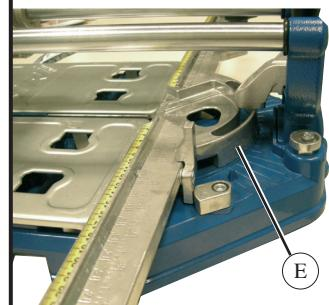
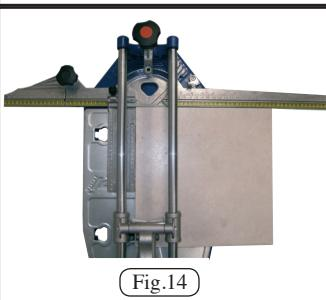
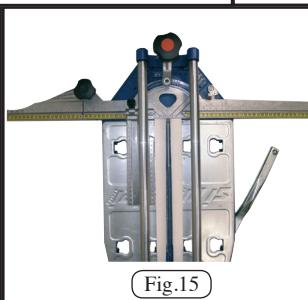

Fig.13
Fig.14
Fig.15
SONSTIGE SCHNITTARTEN (Abb.11) (Abb.12) (Abb.13) (Abb.14) (Abb.15).
Falls die Fliese mit einem anderen Schnitt als 45° geschnitten werden soll, die gewünschte Schnittlinie auf der Fliese zeichnen, die Fliese auf die Maschine setzen und mit Hilfe der Skalen (A) und (B) Abb.11 und des Winkelanzeigers (E) Abb.13 dafür sorgen, dass die Schnittlinie des Schneidrads mit der zuvor gezeichneten Schnittlinie übereinstimmt.
Falls bis zu 4 cm breite Listellos geschnitten werden sollen, sollte zuvor ein doppelt breiter Streifen geschnitten (Abb.14) und dieser Streifen danach halbiert werden (Abb.15).
AUTRES TYPES DE COUPE (Fig. 11) (Fig. 12) (Fig. 13) (Fig. 14) (Fig. 15)
Pour couper un carreau à une inclinaison différente de 45°, faites une marque correspondant à la ligne de coupe souhaitée sur le carreau même. Posez le carreau sur la machine et faites en sorte que la ligne de coupe de la roulette coïncide avec la ligne de coupe marquée précédemment en vous aidant des échelles (A) et (B) de la Fig. 11 et de l'indicateur angulaire (E) de la Fig. 13.
Pour couper des listels d'une largeur inférieure à 4 cm, il est conseillé de couper d'abord une bande d'une largeur double à celle que l'on souhaite obtenir (Fig. 14), puis de couper à moitié la bande ainsi obtenue (Fig. 15).
ALTRI TIPI DI TAGLIO (Fig.11) (Fig.12) (Fig.13) (Fig.14) (Fig.15)
Se si desidera tagliare la piastrella con un'inclinazione differente da 45°, effettuare un segno corrispondente alla linea di taglio desiderata sulla piastrella stessa, posizionarla sulla macchina ed avvalendosi delle scale (A) e (B) di Fig.11 e dell'indicatore angolare (E) di Fig.13 fare in modo che la linea di incisione della rotella coincida con la linea di taglio precedentemente disegnata.
Se si desiderano tagliare listelli di piastrella con larghezza inferiore a 4 cm, si consiglia di tagliare prima una striscia di larghezza doppia a quella che si vuole ottenere (Fig.14) e successivamente tagliare a metà la striscia ottenuta (Fig.15).